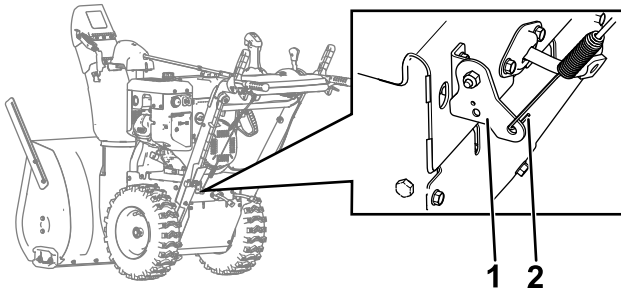

Figura 7
- Agganciate il cavo di trazione sulla nuova staffa del cavo di trazione come mostrato in Figura 7.
Nota: Accertatevi che il cavo di trazione sia orientato come mostrato in Figura 7.